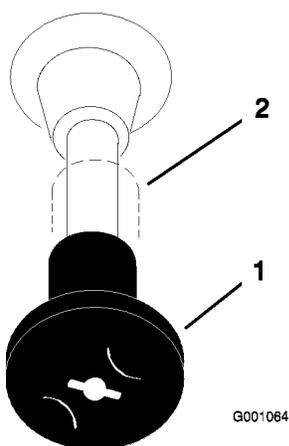

Figura 14
- Si el motor está frío, mueva el control del estérter a la posición **arranque** antes de arrancarlo (Figura 14).
- Después de que el motor arranque, abra el estérter (Figura 14). Si el motor se cala o funciona irregularmente, vuelva a colocar el estérter en Cerrado durante unos segundos, luego mueva la palanca del acelerador al ajuste deseado. Repita este procedimiento tantas veces como sea necesario.